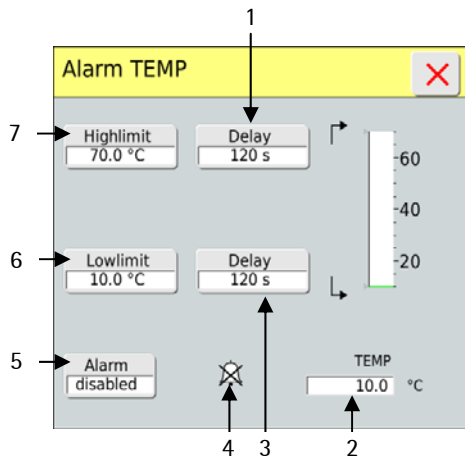

Fig. 29: Menu „Alarm TEMP“ (Paramètres d'alarme)
- Après l'entrée des limites d'alarme, activer l'alarme en appuyant sur la touche „Alarm“ (Alarme) (fig. 29, pos. 5).